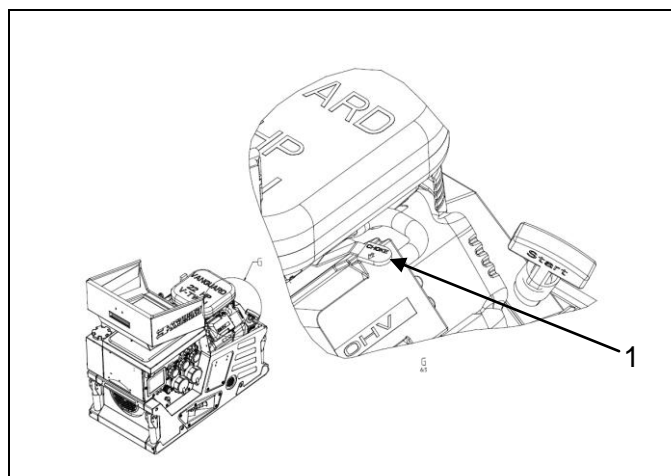

Fig. 4-1: Trekk ut hånd-choken
1. Hånd-choke (Fig. 4-1-(1)) inn < bevegelse (ved kald motor helt / ved varm motor tilsvarende mindre) og holdes.
3. Choken (Fig. 4-1-(1)) settes til utgangsstilling igjen.
2. Choke (Fig. 4-1-(1)) < bevegges (ved kald motor helt inn / ved varm motor tilsvarende mindre) og holdes.